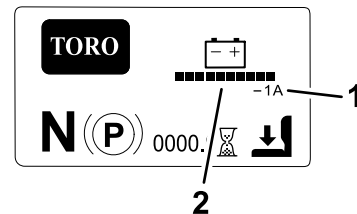

Figura 19
- **Ecran cu informații principale (Figura 19):** afiează informațiile curente ale mainii în timp ce cheia se află în poziția PORNIT. Acest ecran afiează nivelul de încărcare a sistemului de baterii i amperajul.